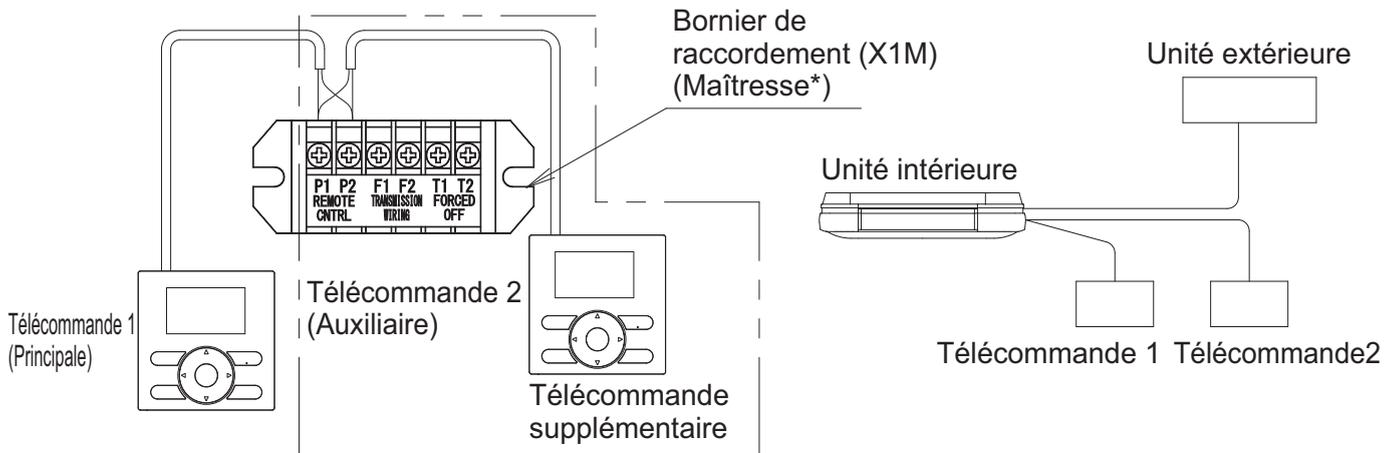

Fig. 46
- (1) Retirez le couvercle du boîtier de commande selon "8-3 MÉTHODE DE CONNEXION DU CÂBLAGE".
- (2) Effectuez un câblage supplémentaire depuis la 2ème télécommande (Aux.) aux bornes (P1·P2) de câblage de la télécommande sur le bornier (X1M) dans le boîtier de commande. (Il n'y a pas de polarité.) **(Reportez-vous à la Fig. 46)**